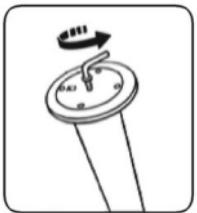

рис. 1
СБОРКА ВЕНТИЛЯТОРА (рис. 1)
- Выкрутите из стойки (2) фиксатор основания (14), поворачивая его против часовой стрелки (рис. 1).